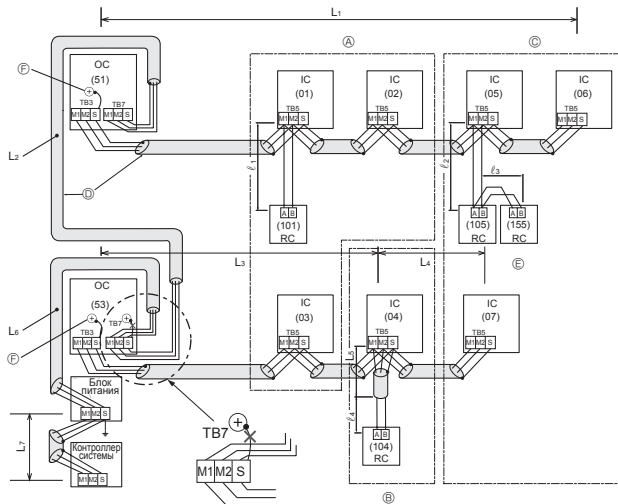

Fig. 6-2
■ Контроллер ДУ "M-NET" (Fig. 6-2)